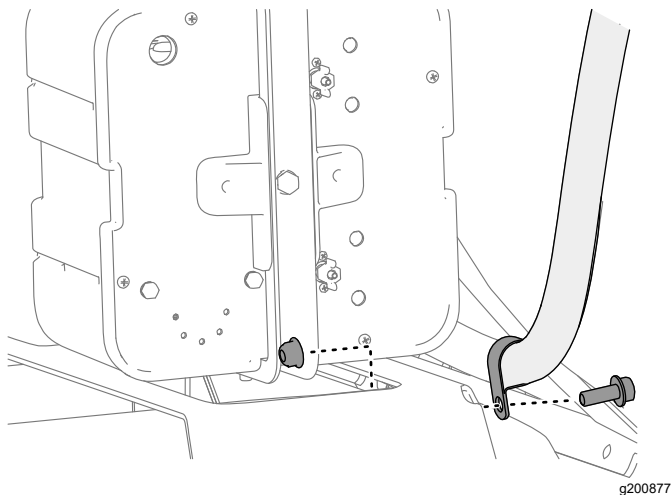

Рисунок 7
7. Если на машине установлен комплект промывки бака, закрепите шланг комплекта промывки R-образным хомутом, как показано на Рисунок 7.